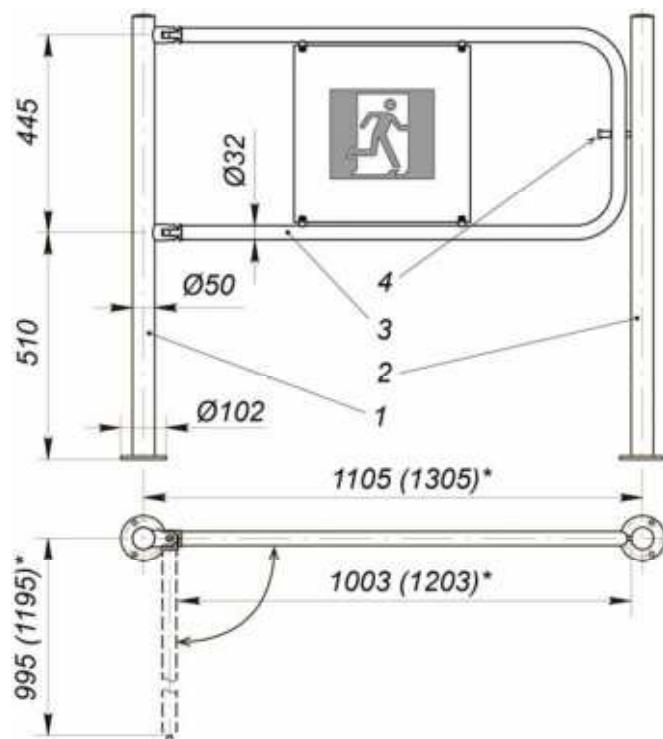

**Рисунок 3. Быстроотъемная секция ограждения (без заполнения)1:**
- **Быстроъемная секция ограждения** (см. рис. 3) с заполнением или без заполнения, предназначенная для периодического ограничения зоны прохода или оформления интерьера.